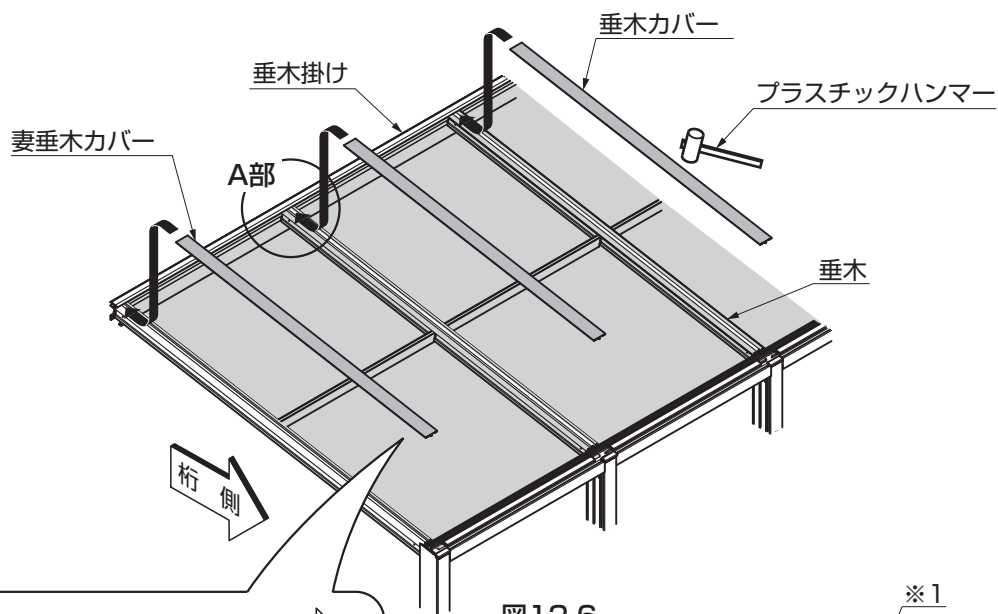

図12-6
- ⑤垂木カバー、妻垂木カバーを垂木掛けに差込んでください。妻垂木カバーは両端の垂木に、垂木カバーは中間の垂木に取付けてください。(図12-6参照)
- ⑥垂木カバー、妻垂木カバーを柱キャップ(桁側)へ押し当ててください。